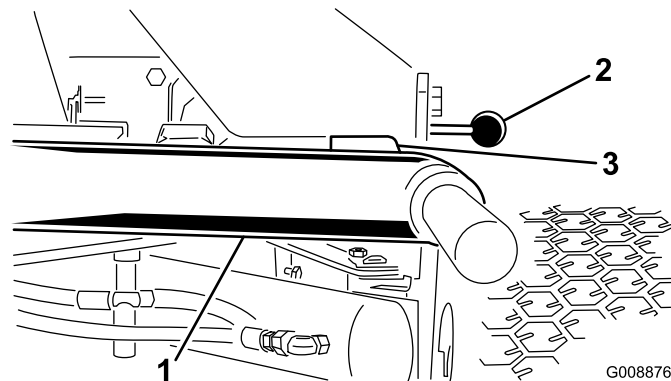

Bild 25
1. Lassen Sie den Motor an, heben die Hubarme an und prüfen, ob der Abstand zwischen jedem Hubarm und dem Bügel auf der Bodenplatte zwischen 5 und 8 mm liegt (Bild 25).